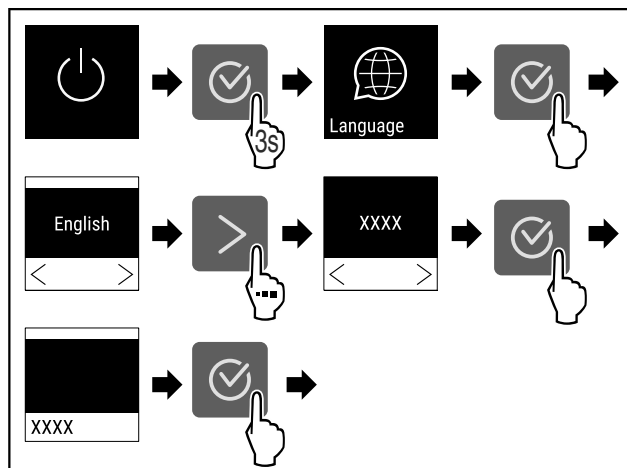

Fig. 54
- ▶ Stappen (zie Fig. 54) uitvoeren.